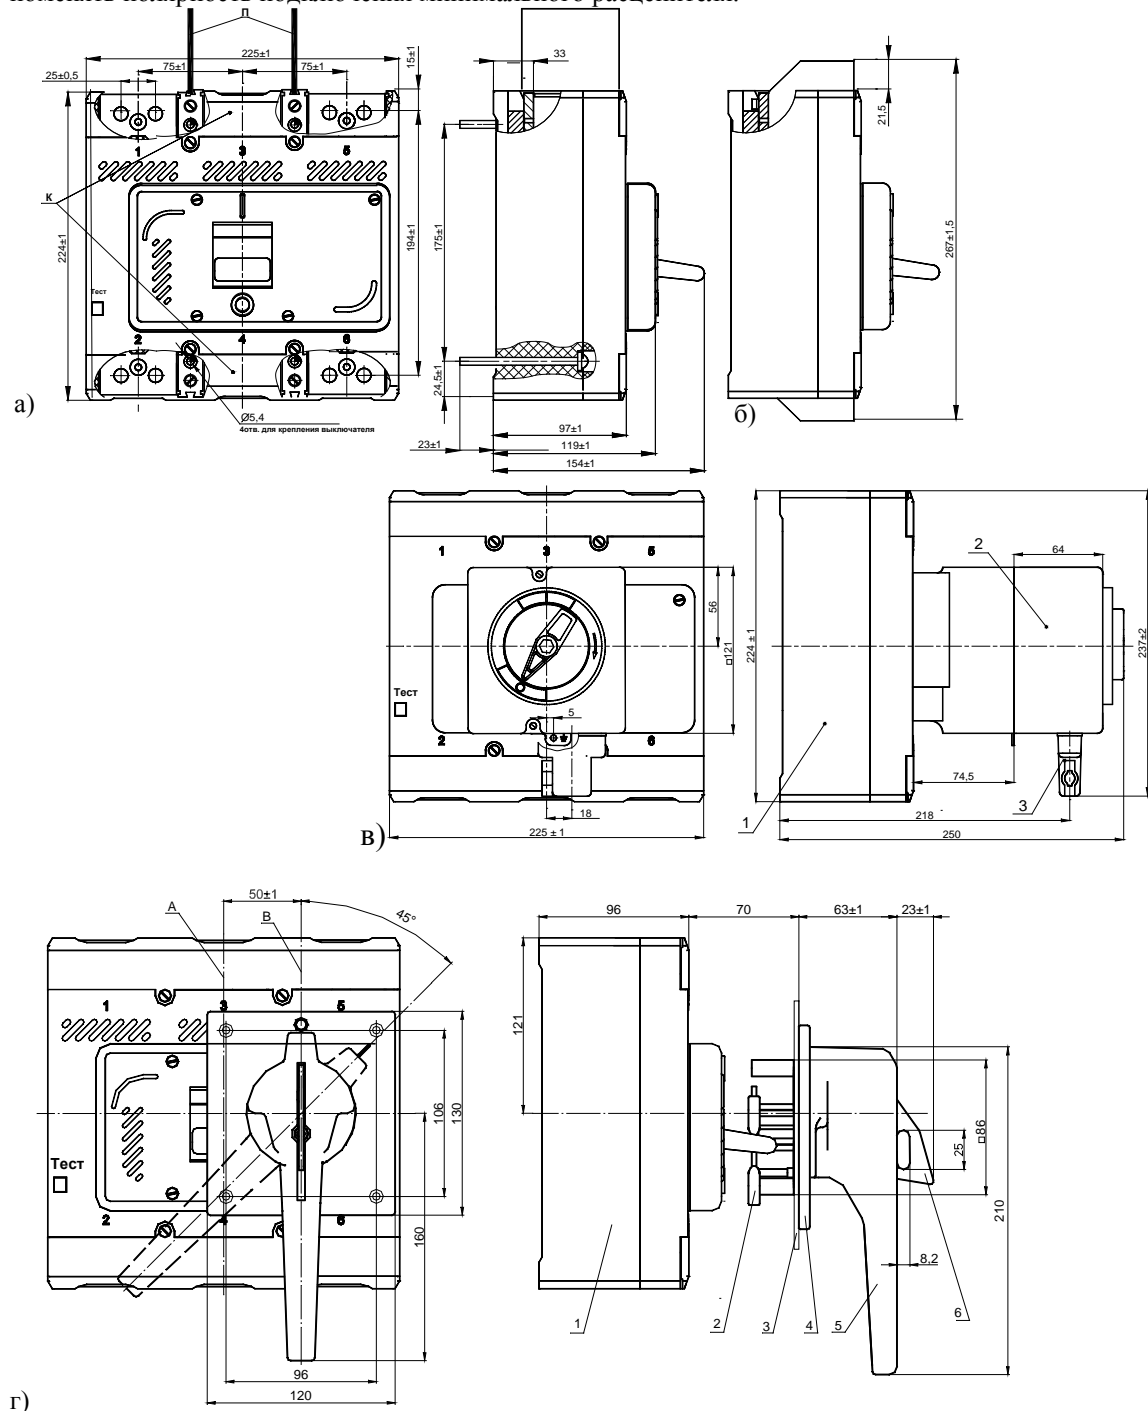

Рисунок 5 - Габаритные, присоединительные размеры выключателей:
3) снять с выключателя крышки К (рисунок 5а)